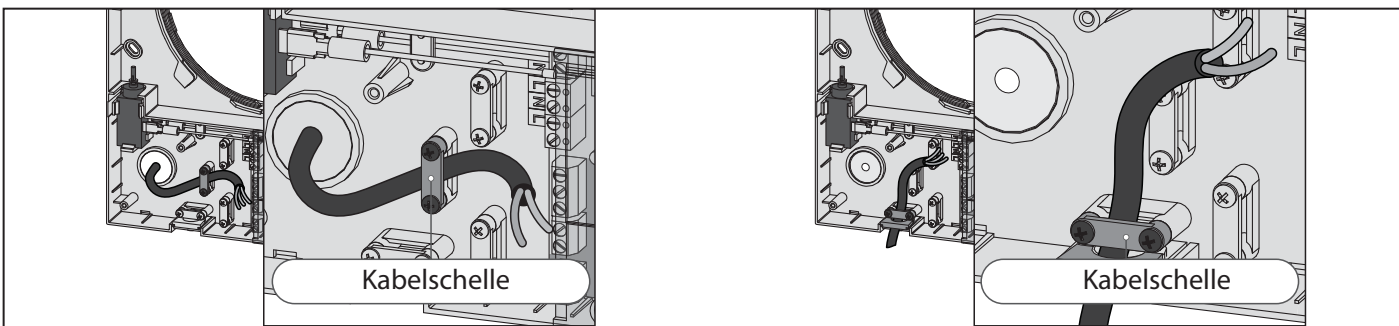

Abb. 10.
6. Verlegen Sie das Stromkabel, wie unten abgebildet (Abb. 10) und schließen Sie die Lüftungsanlage an das Stromnetz in Übereinstimmung mit dem externen Anschlusschema an, Abb. 16. Befestigen Sie das Stromkabel